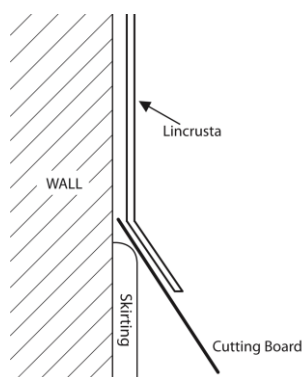

Abb.1
8. Für einen sauberen unteren Abschluss die Tapete beidseitig dort, wo sie mit der Oberkante der Fußleiste oder des Sockels zusammentrifft, markieren. Ein Schneidbrett zwischen Tapete und Wand lehnen und mit Hilfe eines Messers und eines Tapetenlineals Tapete entlang der Markierung abschneiden. Am oberen Abschluss wiederholen. Siehe Abb. 1